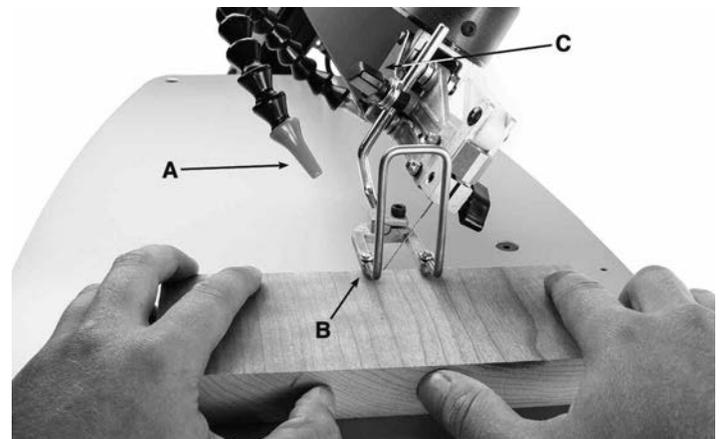

FIGURE 9
Le souffleur intégré peut être ajusté pour maintenir la pièce claire de poussière, assurant que vos lignes de référence sont visibles. Réglez la buse (A) Fig.9 de sorte qu'elle est à une distance confortable de vos mains lorsque vous déplacez la pièce.
Ces Scies à Chantourner ont un pied de soutien (B) Fig.9 qui doit être ajusté pour maintenir la pièce contre la table lors de la coupe. Le pied de soutien peut être ajusté vers le haut et vers le bas en tournant le bouton de verrouillage (C). Desserrez le bouton de verrouillage pour régler le pied de soutien à la hauteur désirée. Une fois la hauteur est réglée, (assurant la pièce est toujours libre de se déplacer en dessous) resserrez le bouton de verrouillage.